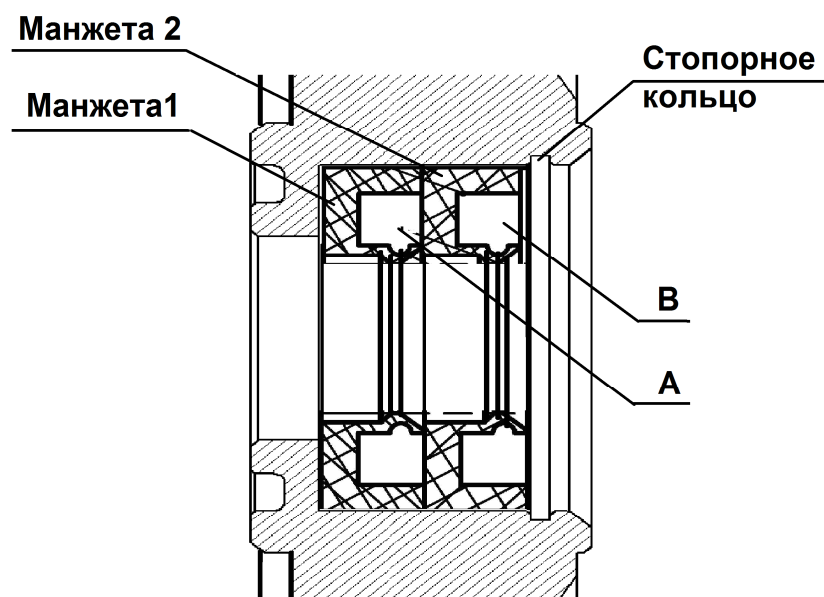

Рис. 9. Схема установки манжет.
7. Установку манжет производить согласно рис. 9 в следующем порядке: